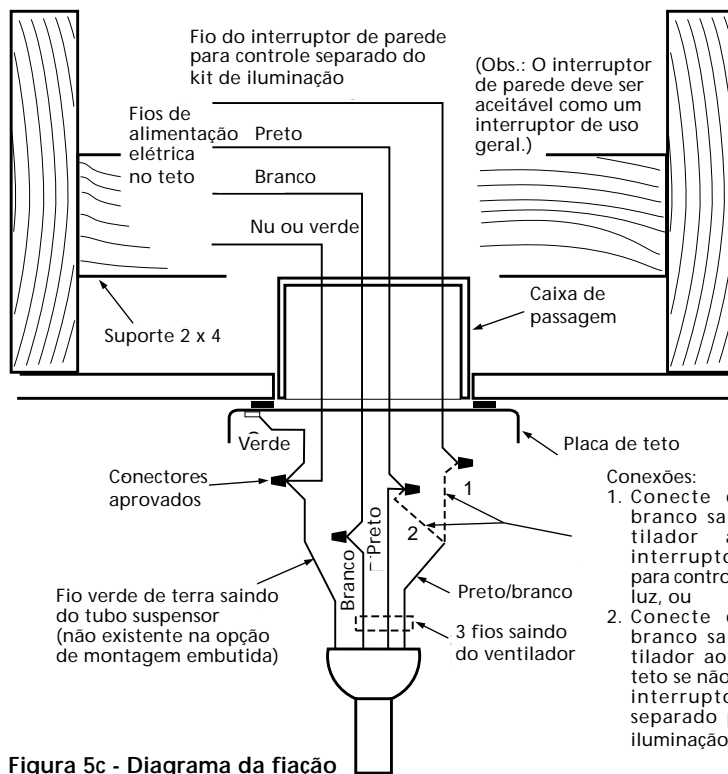

Figura 5c - Diagrama da fiação
4. Conecte os fios conforme mostrado na Figura 5c. Para conectar os fios, enrole a parte metálica dos fios uma na outra. Coloque uma porca de fio sobre a extensão entrelaçada de fio e gire no sentido horário até ficar apertada conforme mostrado.